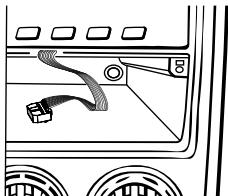

Рис. 19
**Вариант 2.** Вытащите магнитолу, проложите шлейф от компьютера через отделение для магнитолы и вырвите на необходимую длину. При установке компьютера аккуратно подогните шлейф внутрь отсека. См. рис. 19.